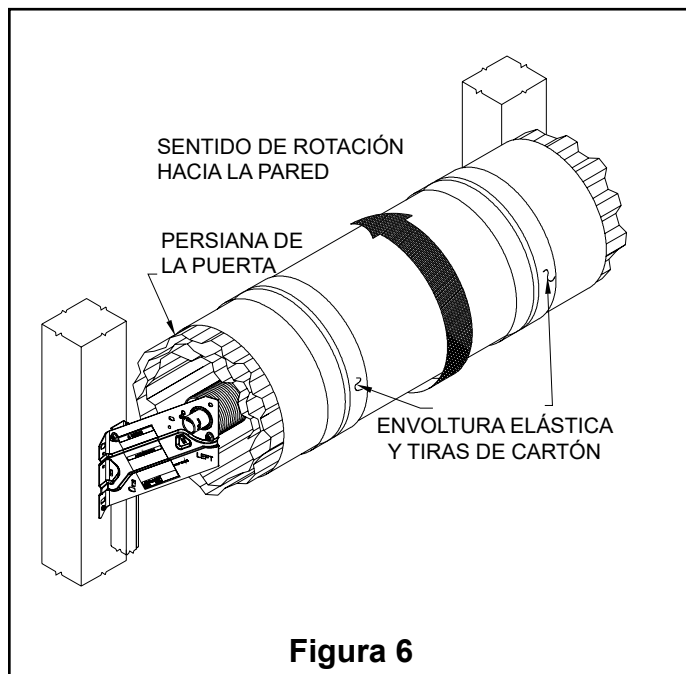

Figura 6
5.1 Determine la cantidad adecuada de rotaciones del contenedor que necesita para tensar la puerta, dependiendo del tamaño de la puerta (véase la Figura 5). Gire el contenedor hacia la puerta abriendo la cantidad adecuada de vueltas para tensar el sistema (véase la Figura 6).